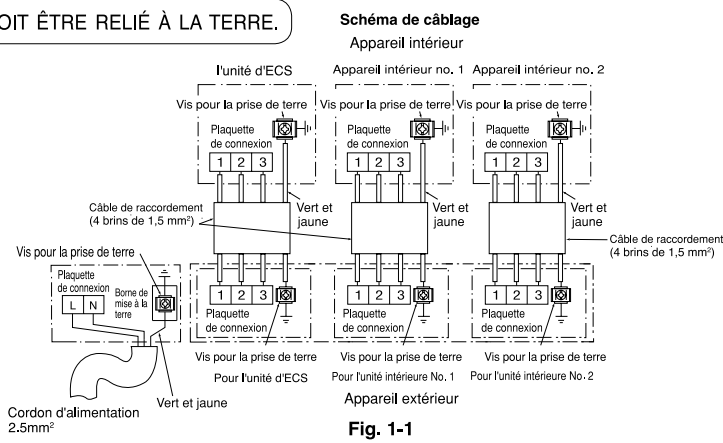

Fig. 1-1
- (1) Raccorder les fils entre l'appareil intérieur et l'appareil extérieur en procédant de la façon représentée sur la Fig. 1-1. Ne jamais faire d'erreur de branchement sinon les appareils ne fonctionneront pas correctement. En cas de raccordement faux, l'unité ne fonctionnera pas correctement et elle peut causer le défaut de fonctionnement.
- (2) Le fil de raccordement doit être attaché à l'aide de l'anneau situé près du panneau des bornes.